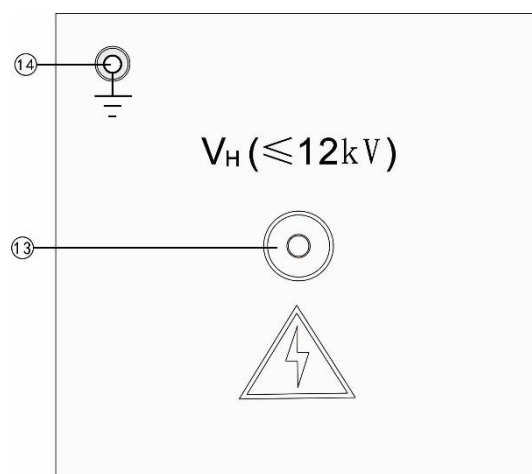

图 4—2
安装位置: 如图 4—1—①。
安装位置: 如图 4—1—②。
安装位置: 如图 4—1—③。